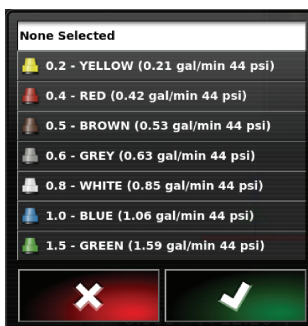

Bild 12
3. Wählen Sie die richtige Düse aus (Bild 12).